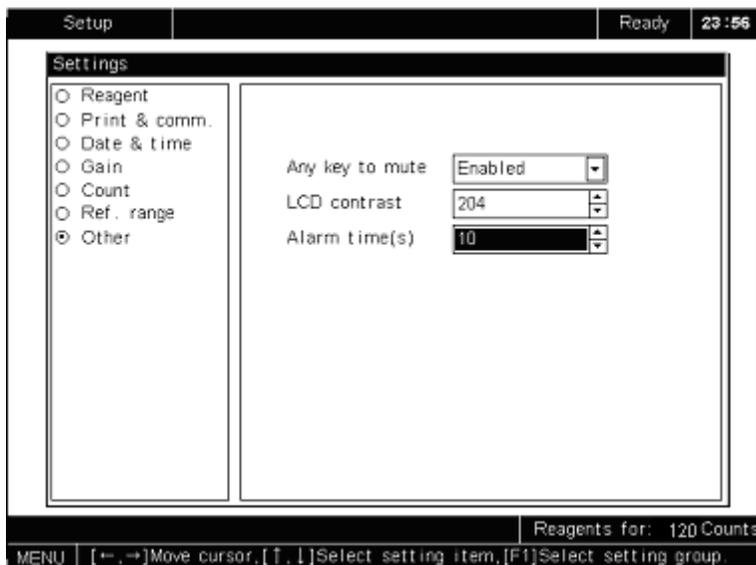

Рисунок 5-32 Установка времени отображения сообщения об ошибке
1. Выберите **“Alarm Time(s)”**, как показано на рис. 5-32;